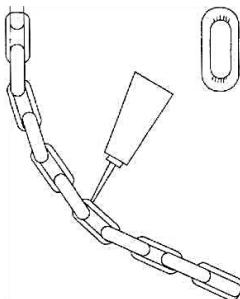

Fig.4.5
- Smörj varje länk i kedjekopplingen och lastremeskivan. Efter smörjningen , lyft kedjan upp och ner utan belastning för att smörja jämnt. (Fig.4.5)